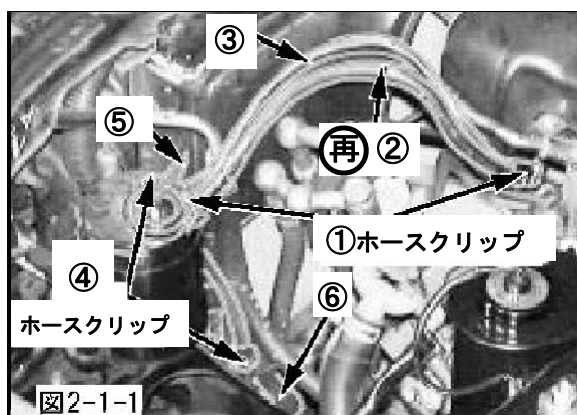

図2-1-1
(1) ①(2個)をゆるめ、②を取外してください。(図 2-1-1)
(2) ③を取外してください。(図 2-1-1)
(3) ④(2個)をゆるめ、⑤を取外してください。(図 2-1-1)
(4) ⑥を取外してください。(図 2-1-1)